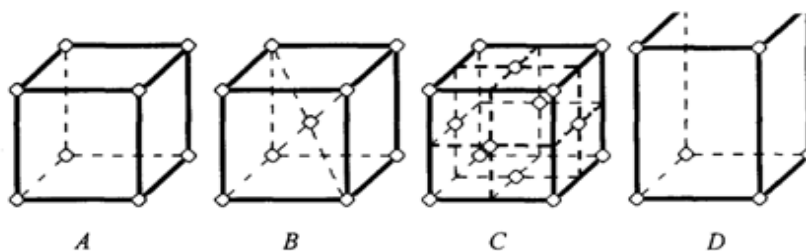

Рис. 2
- № 16. Какие из представленных на рисунке элементарных ячеек кристаллических решеток относятся к простым (рис. 2)?**